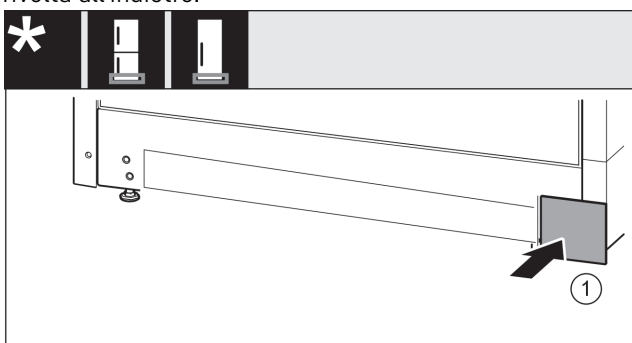

Fig. 32
- Riapplicare la copertura Fig. 32 (1) sull'altro lato.